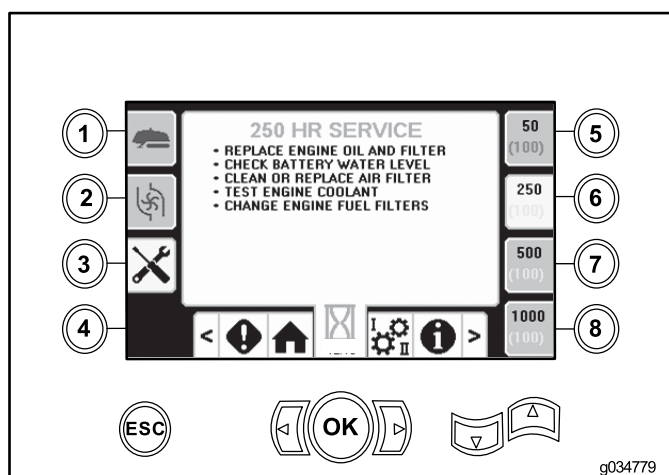

Figure 7
- Bouton 6 – calendrier d'entretien à 250 heures (Figure 7)